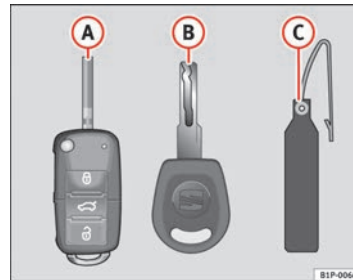

Abb. 45 Schlüsselsatz
- einem Funkschlüssel ⇒ Abb. 45 **A**